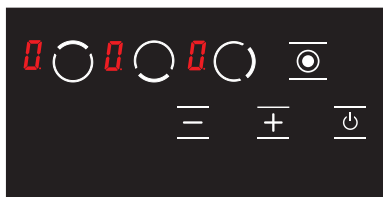

Рисунок 19
3. **0** будет отображаться на весь экран. (см. Рисунок 19) Если какая-либо из конфорок горячая, значки **0** и **H** будут показаны по очереди.